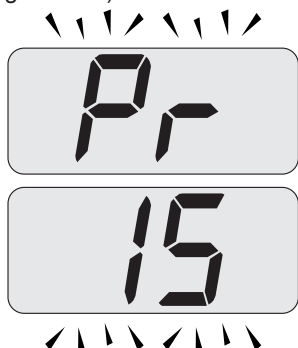

Figura 5.46
- Scorrere i vari parametri utilizzando i tasti 17o 18fino a far apparire sul display LCD le lettere **Pr** che si alternano con il codice **15**, indicanti l'entrata nel "parametro 15"(Figura 5.46).
- Premendo contemporaneamente i tasti 16e 17(Figura 5.44) si esce senza modificare il valore (ritorno alla lista parametri Figura 5.46)